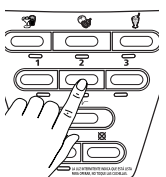

Fig. 24
1. Pressione o botão da velocidade 2 para usar o aparelho na velocidade média (Fig. 24).